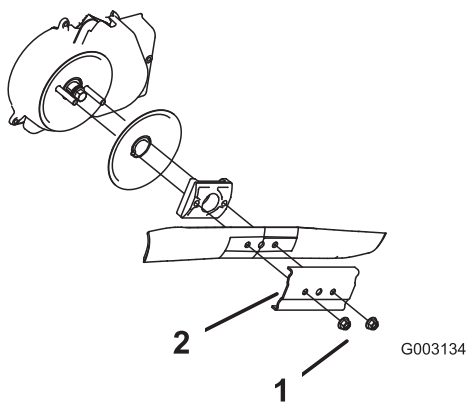

Figura 36
3. Retire las 2 tuercas de la cuchilla y el refuerzo (Figura 36).
4. Retire la cuchilla (Figura 36).
5. Instale la cuchilla nueva (Figura 36).